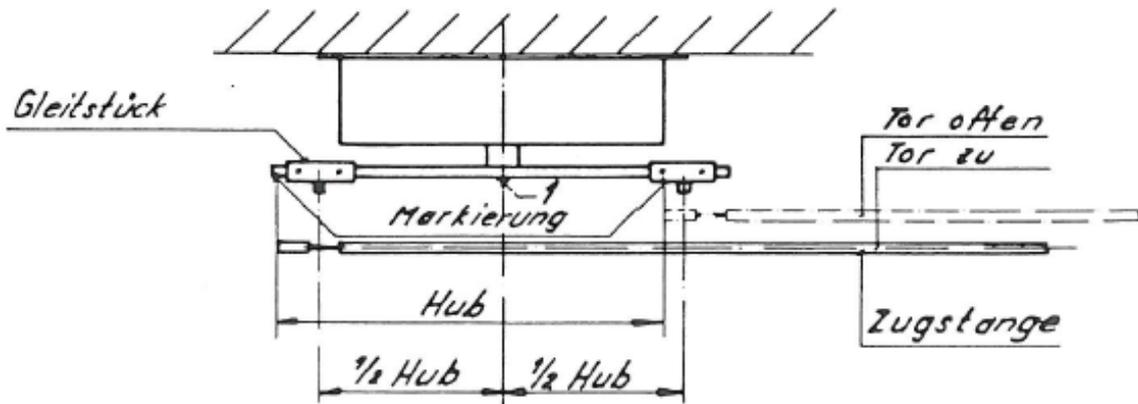

Abbildung 6-20 - Vorderansicht Drehteller mit Zugstange
6. Das Tor von Hand öffnen und den Antrieb in Stellung „OFFEN“ bringen. Wiederum das Ende der Stange auf dem Arm markieren (Abbildung 6-20).